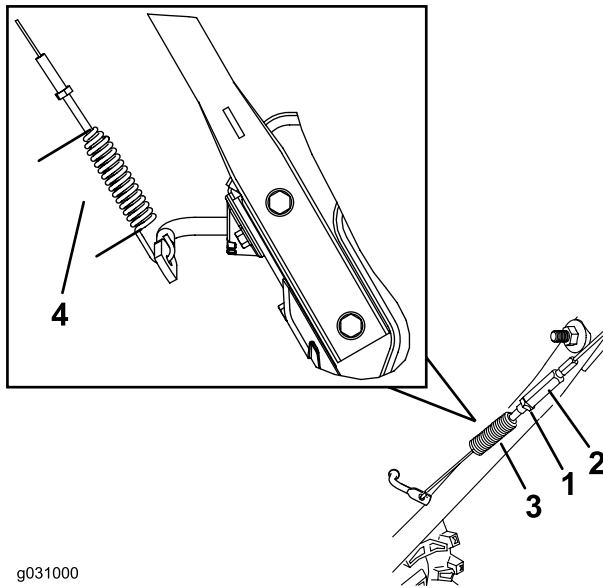

Figure 40
3. Desserrez ou serrez le tendeur afin de régler la longueur du ressort à 7 cm (2,75 pouces) (Figure 40).
4. Serrez l'écrou de blocage (Figure 40) en vous assurant que le câble est légèrement tendu.